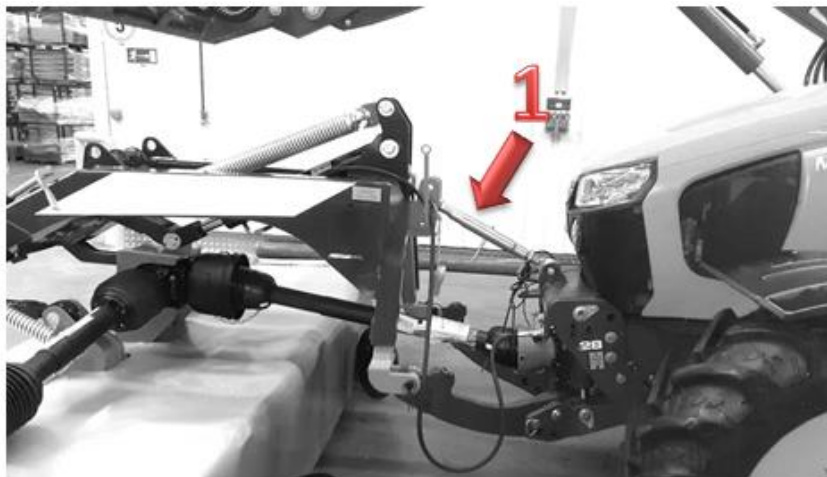

Abb. 7 Einstellung der Mähhöhe
Nach der Einstellung der Aufhängung die Mähhöhe durch die Einstellung der Länge der Strebe (1) Abb. 7 so einstellen, dass der Abstand zum Grund/Oberfläche ca. 50-60 mm beträgt, während der letzten Überfahrt sollte der Abstand um 20-30 mm verringert werden.